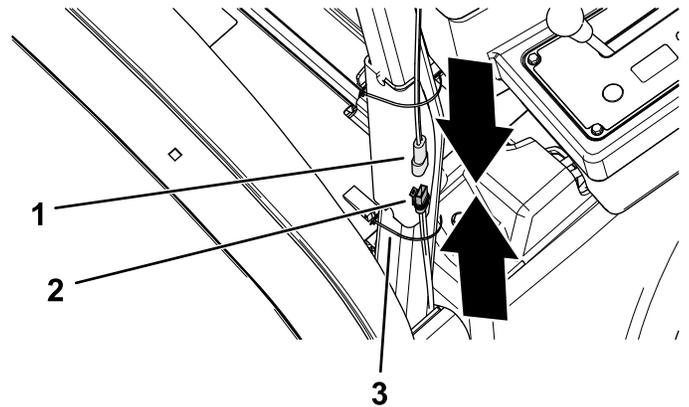

図 7
1. 電源ハーネスの 2 ソケットコネクタを、サンシェードのワイヤハーネスの 2 ピンコネクタに接続する 図 7。
2. ケーブルタイで電源ハーネスを ROPS に固定する 図 7。